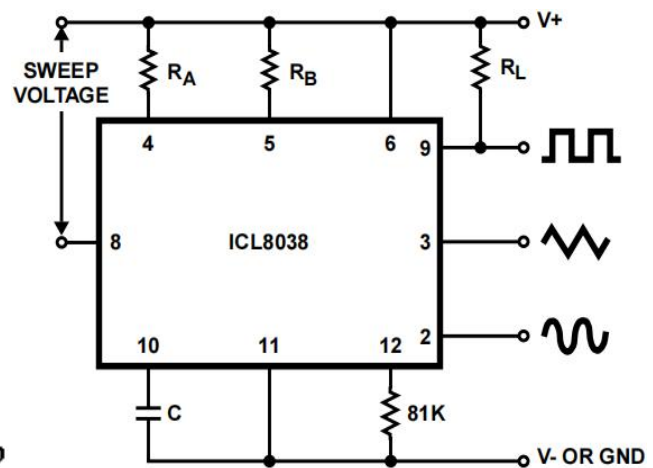

图 5B 频率扫描连接框图
- 7、连接管脚 8 和管脚 7 (fHI) 能产生高频率波形, 连接管脚 8 和管脚 6 (fLO) 能产生低频率波形。或者, 当  $V_{supply}$  为总电源电压, 应用管脚 8 的扫描电压  $(2/3V_{supply} + 2V) \leq V_{sweep} \leq V_{supply}$ , 见图 5B, 管脚 8 以地为参考点在 5.3V 与 10V 之间变化。
对于大频率调节偏置电压或扫描频率，调制信号应用于电源电压正极和管脚 8 之间（见图 5B）。这样，调制信号产生了电流源偏压，并且产生大范围扫描（例 1000:1）（当  $V_{sweep} = 0$  且管脚 8 等于  $V+$  时， $f$  为最小值）。必须校准电源电压。这种结构下，充电电流不仅仅是电源电压功能（触发器的阈值仍然存在），因此电源电压决定频率。管脚 8 的电位向下变化从  $V+$  到  $(1/3V_{supply} - 2V)$ 。